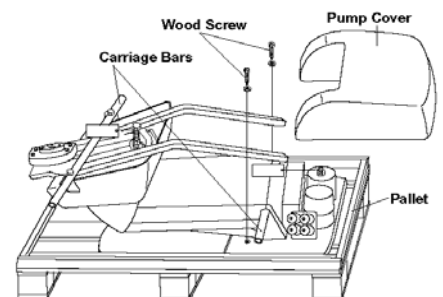

Fig.3-2 Removing Base Section from Pallet
(2) Retirez le couvercle de la pompe et enlevez les 2 vis à bois de la base. Retirez la base du fauteuil de sur la palette à l'aide des barres de transport et la placer à l'endroit prévu (Fig 3-2).